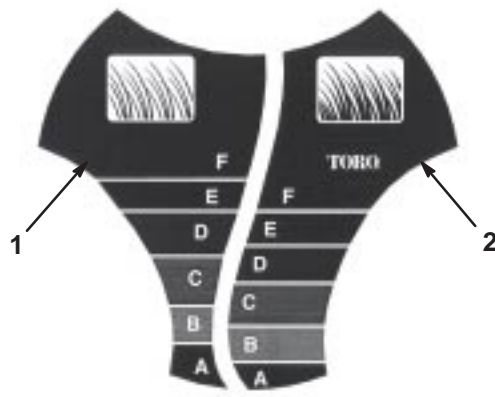

Bild 17
Das *SmartWheel™* weist zwei Schnitthöhenskalen auf: *Dünn/Normal* und *Satt*—damit Sie bei jedem Rasenzustand immer das beste Ergebnis erzielen (Bild 17). Benutzen Sie die *Dünn/Normal*-Skala während der warmen Saison für den Großteil Ihres Mähbedarfs. Die *Satt*-Skala dient ausschließlich starkem, nassem und satterm Graswuchs, den Sie am häufigsten im Frühjahr antreffen.
2. Bewegen Sie den Rasenmäher aufs Gras; Schieben Sie den Rasenmäher nicht mehr weiter, wenn das *SmartWheel*-Motiv an einem der Hinterräder aufrecht steht (Bild 17).